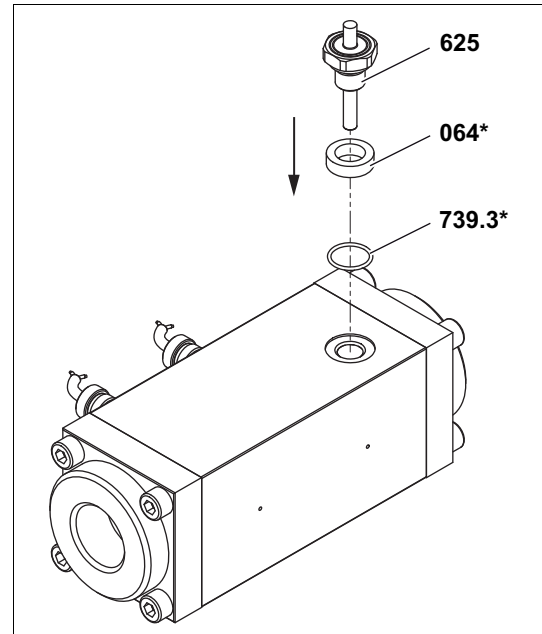

Fig. 2 Monter EET dans OME 13 – 32
4. Si le disque de support et le joint torique ont été préalablement retirés de l'OME: Poser le disque de support **064\*** avec joint torique inséré **739.3\*** dans l'orifice du capteur avant le montage du capteur, voir Fig. 2, page 12.